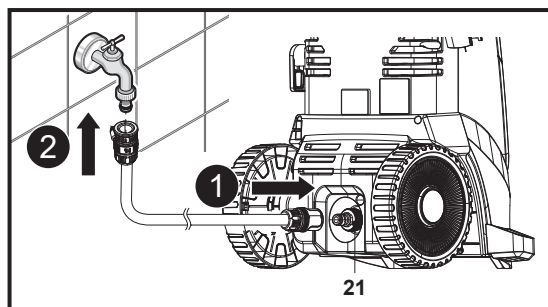

Fig. 8
2. Prinde furtunul de grădină la adaptorul (21) de pe racordul de admisie a apei (13) de la aparat (fig. 8, pasul 1). Utilizează întotdeauna un cuplaj standard pentru admisia apei. Lungimea furtunului nu trebuie să depășească 8 m pentru o funcționare corectă.
3. Conectează celălalt capăt al furtunului de grădină la o sursă de apă (fig. 8, pasul 2).